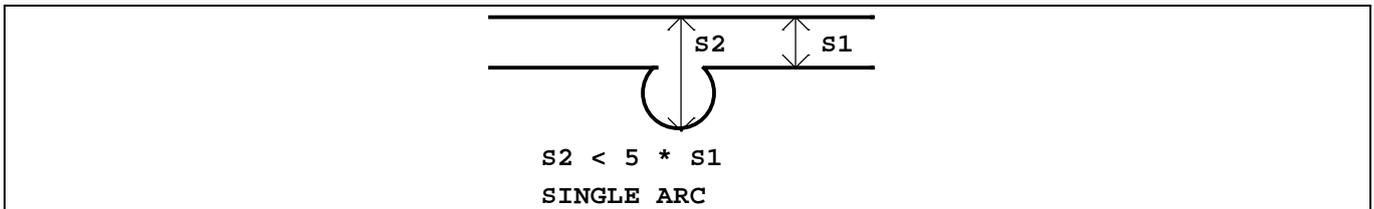
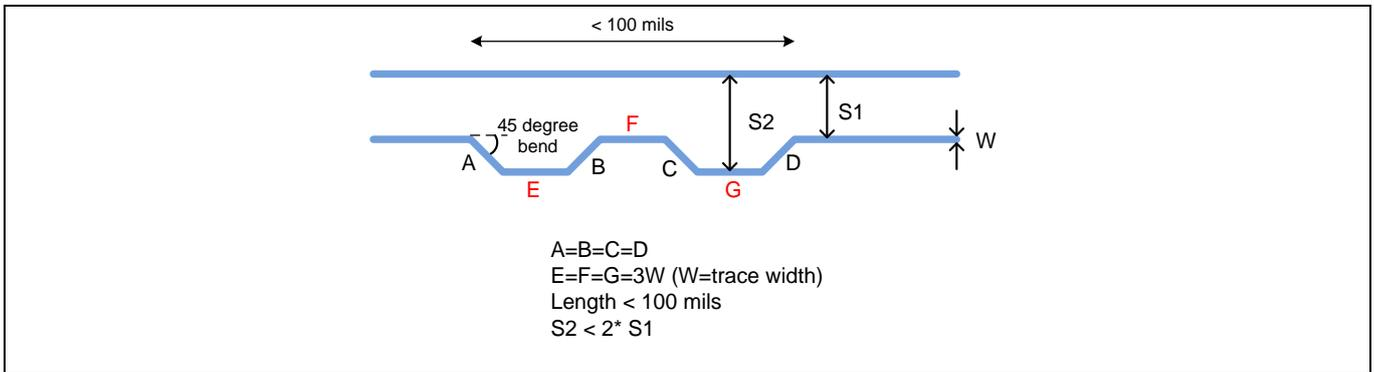

Figure 23 单弧布线
Figure 24 蛇形布线
- 有许多布线方式可达成长度匹配：单弧布线和蛇形布线。Figure 23 与 Figure 24 分别表示单弧布线与蛇形布线。